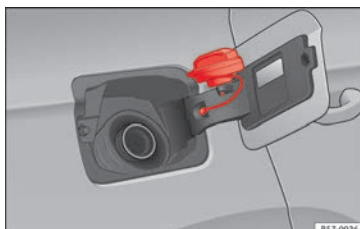

Fig. 60 Tapa del depósito con el tapón encajado.
- Colóquelo en el espacio que hay en la bisagra de la tapa abierta »» **fig. 60**.